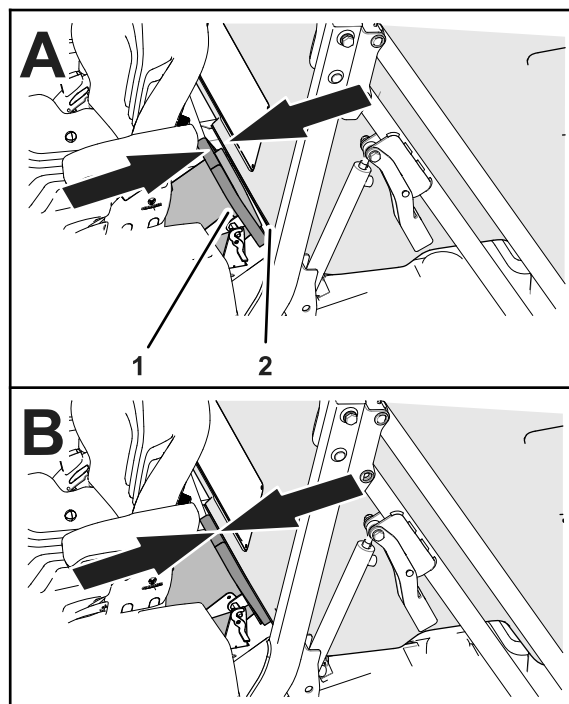

Figura 109
3. Fate scorrere la tramoggia in avanti o all'indietro, fino a che l'entrata è allineata con la tenuta della guida di scarico (Figura 109).